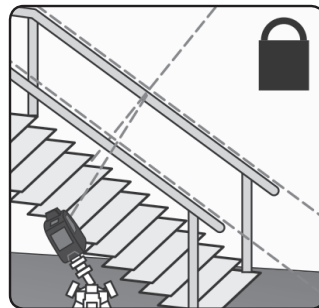

Abb.4
- Das Gerät kann auch verwendet werden, wenn das automatische Nivelliersystem beim Kippen außerhalb des automatischen Nivellierbereichs blockiert ist, z. B. um die zweite parallele Linie zu bestimmen (Abb. 4).